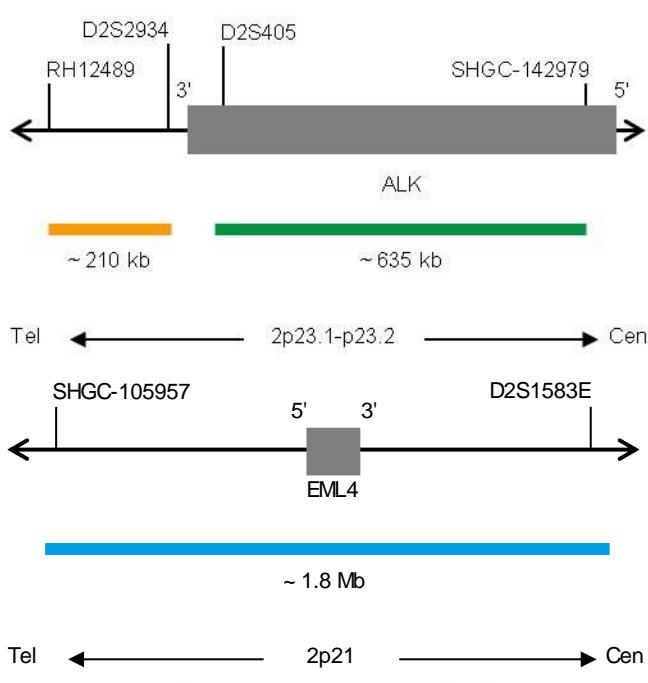

Fig. 1: Cima: SPEC ALK Mapa da sonda; Baixo: SPEC EML4 Mapa da sonda (sem escala)
- Polinucleótidos (~10 ng/μl) com marcação ZyGreen (excitação 503 nm/emissão 528 nm), dirigidos ao mapeamento de sequências alvo em 2p23.1-p23.2* (chr2:29,460,144-30,095,822) proximais à região de quebra do ALK (ver Fig. 1).
- Polinucleótidos (~4.5 ng/μl) com marcação ZyOrange (excitação 547 nm/emissão 572 nm), dirigidos ao mapeamento de sequências alvo em 2p23.2* (chr2:29,174,204-29,383,335) distais à região de quebra do ALK (ver Fig. 1).
- Polinucleótidos (~37.0 ng/μl) com marcação ZyBlue (excitação 418 nm/emissão 467 nm), dirigidos ao mapeamento de sequências alvo em 2p21* (chr2:41,573,525-43,349,624) contendo a região do gene EML4 (ver Fig. 1).